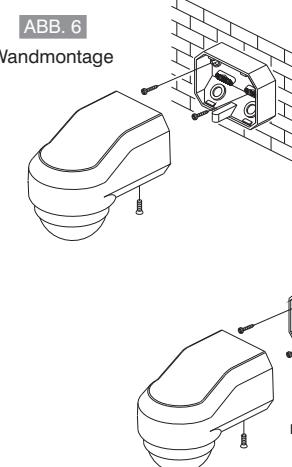

ABB. 6
- Entfernen Sie die rückwärtige Montageplatte (die mit einer Schraube an der Unterseite befestigt ist) vom Sensorgehäuse (ABB. 6).